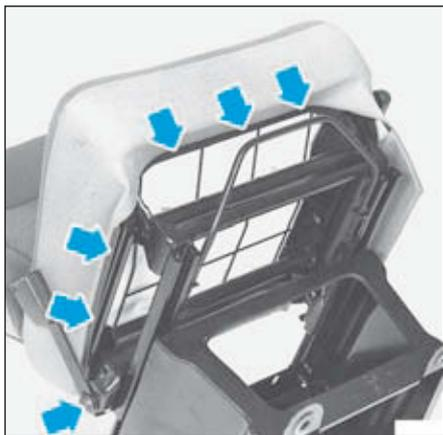

FIG.62
- Déclipper les bandes de retenue inférieure (Fig.62) de la coiffe.